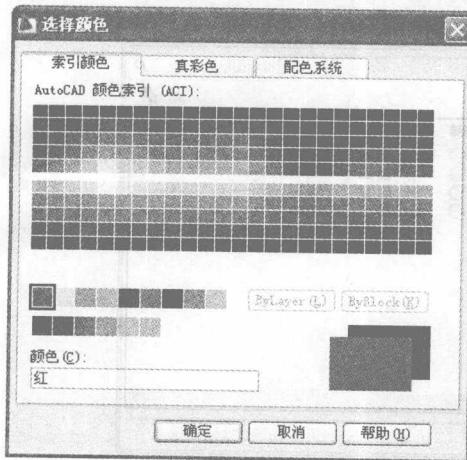

图 2-4 选择颜色
(3) 单击“中心线”层对应的“颜色”项，打开“选择颜色”对话框，选择红色为该层颜色，如图 2-4 所示。确认返回“图层特性管理器”对话框。